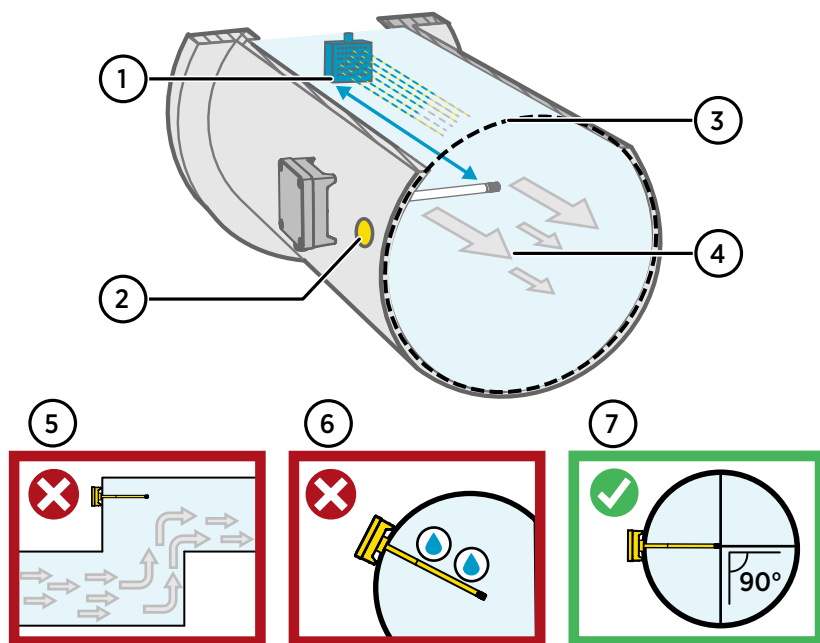

図 63 ダクト取り付けの概要
4. オプション: 変換器の取り付け穴から約 30cm (12 インチ) 離れた場所に、ドリルを使って基準測定用の別の穴をあけます。「図 63 \(ページ 84\)」を参照してください。